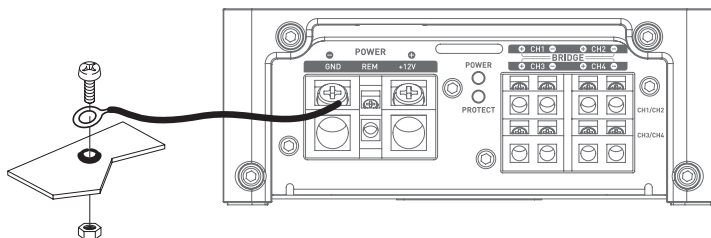

图 2
- 10 - 准备汽车底盘接地时，刮下金属表面上的任何涂料，以确保良好的接地。接地的配线应该越短越好，并且始终连接到焊接在车体或底盘的金属上（图2）。一般保留的接地点是连接电池负极端子与汽车底盘之间的连接点。
3.3.2 取一根负极 (-) 电源线。此电缆应尽可能短，其长度最好不超过1米，方能确保放大器和车辆底盘之间的连接完美无误。电缆和其线规应符合上方表格所示（第3.1节）。找到合适的接地点后，磨去油漆或清漆的痕迹，以优化接触质量。打穿预先根据所选螺钉的直径打磨好的钢板，同时注意附近是否有任何油箱或其他敏感零件的电缆经过。将随附的地线焊接至电缆引线上，并为其包上绝缘层（利用热缩护套管），然后将其连接至FPX放大器上（图2）。